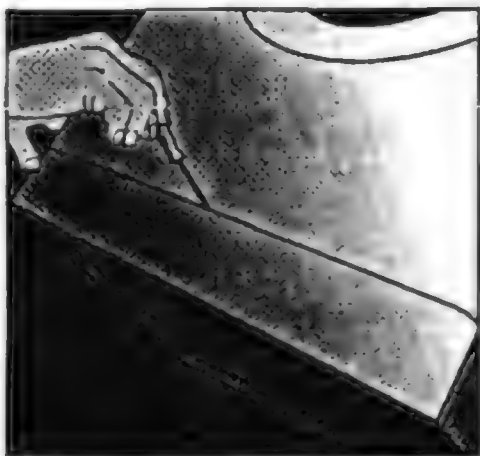

Рис. 3.1.4.28. Подъем цоколя стиральной машины
1. С помощью отвертки приподнимают цоколь стиральной машины в трех точках крепления (рис. 3.1.4.28).